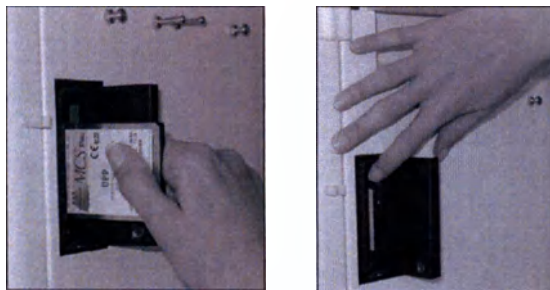

Рисунок 2-1. Введение и удаление протокола в MCS+
- Вставляйте карту протокола UPP в открытый слот карты (правая боковая панель) пока не высочит кнопка возврата (см. Рисунок 2-1).